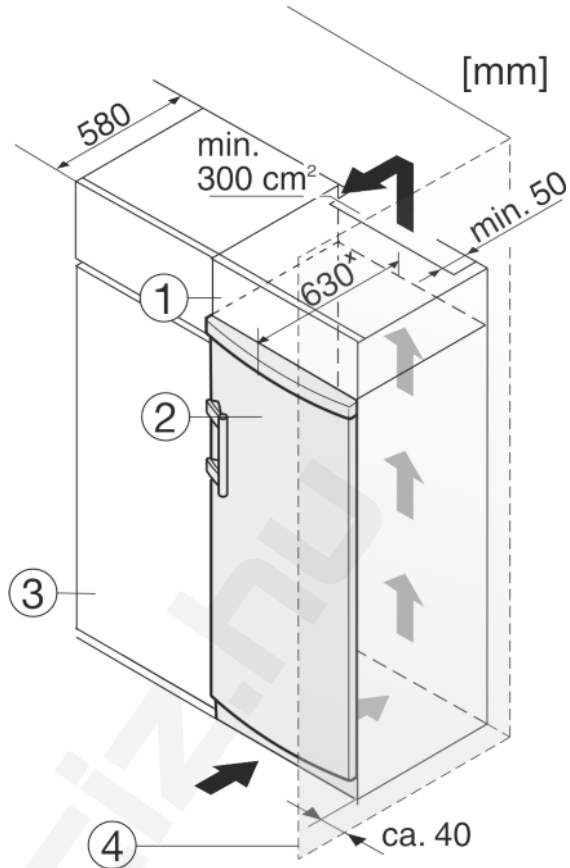

Fig. 9
- (1) Rátét szekrény
- (2) Berendezés
- (3) Konyhaszekrény
- (4) Fal
A készüléket körbe lehet építeni konyhaszekrényekkel. Rá lehet szerelni egy rátét szekrényt Fig. 9 (1), hogy a készüléket Fig. 9 (2) a konyhabútorok magasságához igazítsa.
Ha a berendezést (max. 580 mm mélységű) konyhaszekrényekkel építi körül, akkor közvetlenül a konyhaszekrény Fig. 9 (3) mellett is felállíthatja. A készülék oldalirányban 34 mm*, a közepétől pedig 50 mm* távolságban nyúl ki a konyhaszekrény előlapjához képest.
Mikor a berendezést a csuklópántokkal egy fal Fig. 9 (4) mellett állítja fel, akkor a berendezés és a fal közti távolság legalább 40 mm legyen. Ez nyitott ajtó esetén megfelel a fogantyú túlnyúlásának.